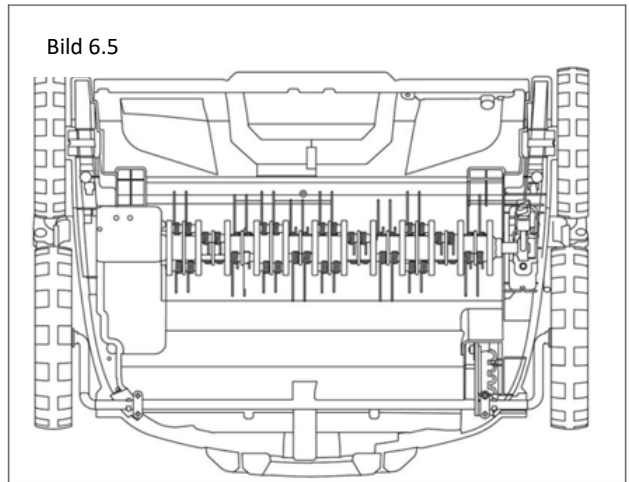

Bild 7
Fäst kabelhållaren (11) på det övre handtaget på brytarens sida (fig. 7).
Förslag till strömanslutning (bild 7)
Sätt i nätkontakten på apparatens anslutningskabel i den kombinerade strömbrytaren/kontakten (se bild 7).